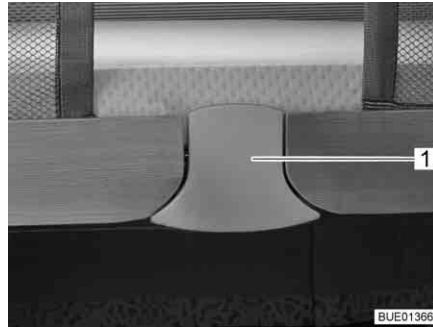

Fig. 76 Déverrouillage
- Retirer le verrouillage inférieur (Fig. 76, 1). Le dispositif de verrouillage est alors débloqué.